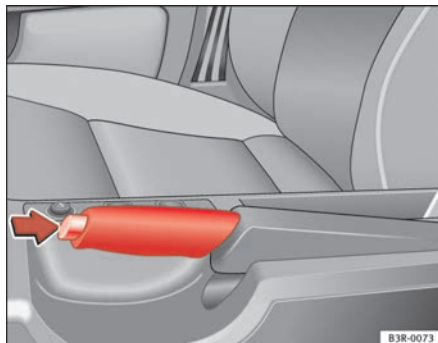

Fig. 141 Dettaglio della console centrale: Freno a mano tirato
- Tirare la leva leggermente verso l'alto e premere contemporaneamente il pulsante ⇒ **fig. 141 -freccia-**.